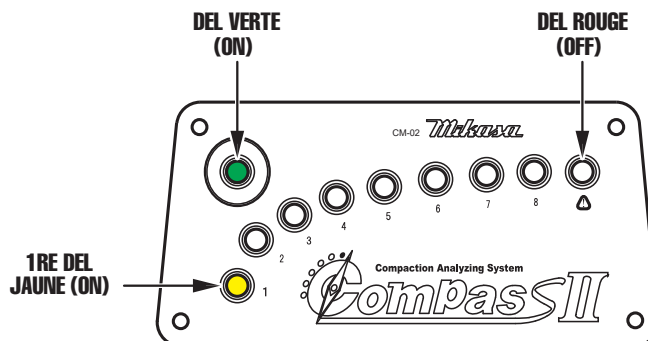

Figure 47. Affichage du panneau de capteur (Commencer le compactage)
2. Quand le régime du moteur augmente et que le compactage commence, la DEL verte cesse de clignoter et s'allume (Figure 47). La DEL rouge s'éteindra et la première DEL jaune (à gauche) s'allumera.